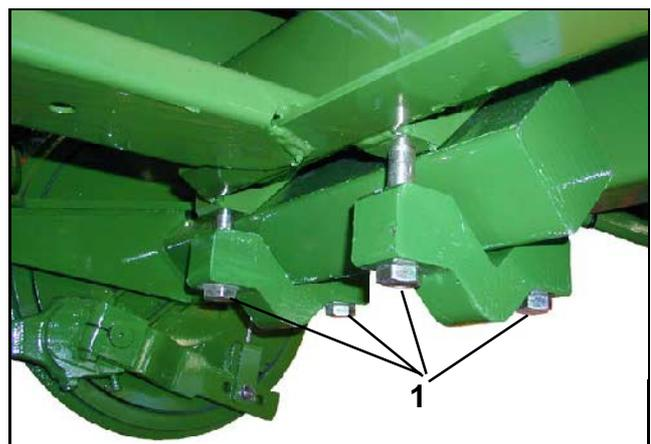

Fig. 4.4
- Aflojar los tornillos de apriete (Fig. 4.4/1).